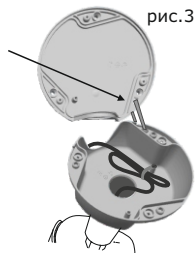

рис.3
- 2) Смонтируйте видеокамеру на крышку монтажной коробки, кабель видеокамеры пропустите через уплотнительную шайбу, предварительно сделав прорезь канцелярским ножом, затем заведите все приходящие провода и разместите их в полости основания коробки, закрепив их с помощью стяжки под винт (в комплект не входит) (рис.3)
- 4) Отпустите крышку с камерой, дав ей повиснуть на хомуте (рис.3).